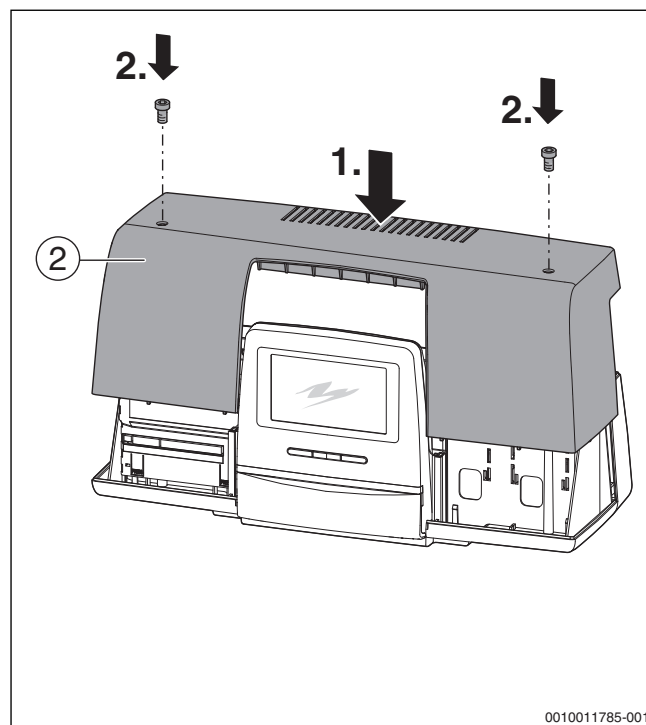

Рис. 37 Установка крышки на системе управления
На рис. 37, стр. 31 показан вид сзади системы управления.
- ▶ Установите крышку [2] на систему управления (→ рис. 37, стр. 31).